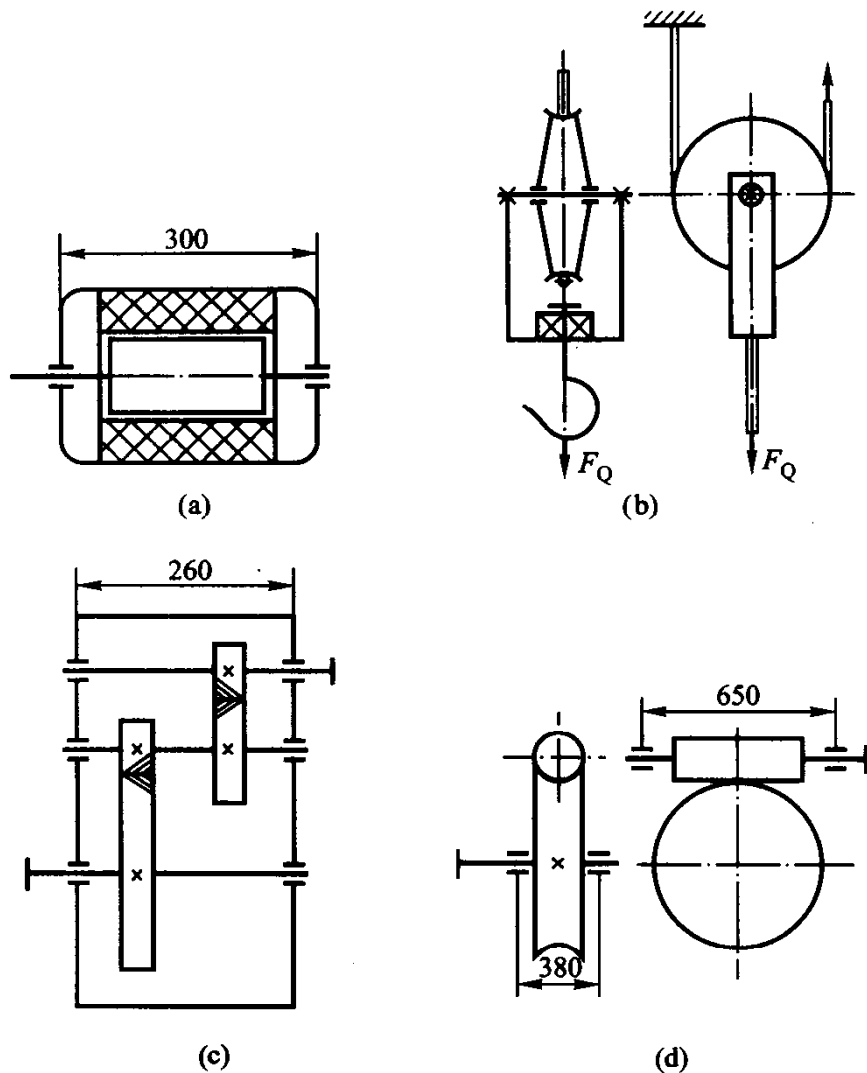

图 1-3 轴承类型选择
(1) 调查自行车、台钻、车床、电机、汽车、洗衣机等常见机械设备中所采用轴承的类型(每个学生至少了解 5 种以上)。
(2) 每人选取两种所调查的轴承进行重点分析,看其选用是否正确?认为选用合理的讲明理由,认为选用不合适的应当提出自己的改进意见。
(3) 选择图 1-3 所示机械设备中滚动轴承的类型。